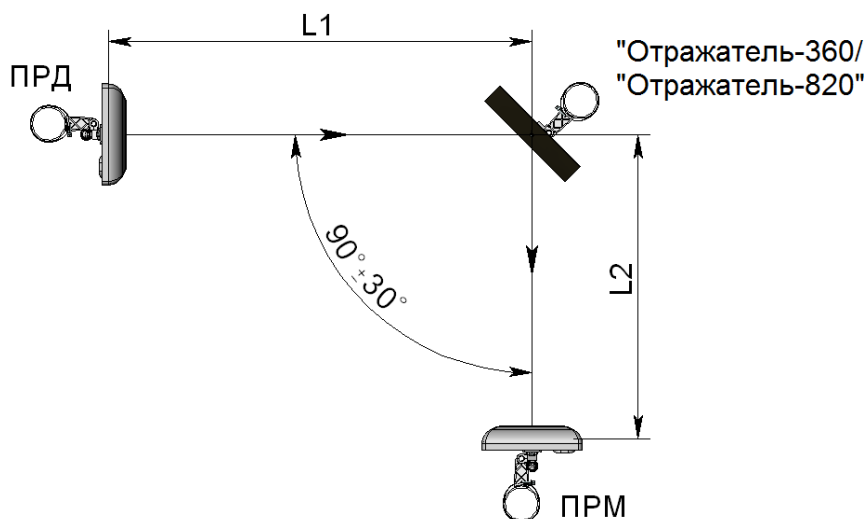

Рисунок 2.11 – Установка извещателей с применением отражателя «Отражатель-360» («Отражатель-820»)
2.3.9.2 При работе извещателей «ФОРТЕЗА-50 Ethernet», «ФОРТЕЗА-100 Ethernet», «ФОРТЕЗА-200 Ethernet» с «Отражателем-360» (см. рисунок 2.11) суммарная длина зоны обнаружения $L_1 + L_2$ (где L_1 – расстояние между блоком ПРД и отражателем, L_2 – расстояние между отражателем и блоком ПРМ) не должна превышать: